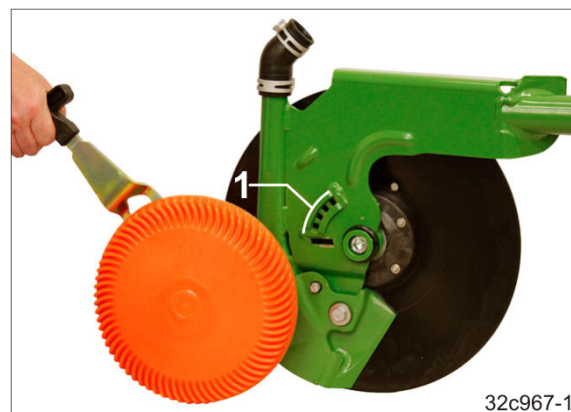

Fig. 181
1. Rotiți mânerul peste clichet (Fig. 181/1) și extrageți discul din material plastic de la brăzdar.